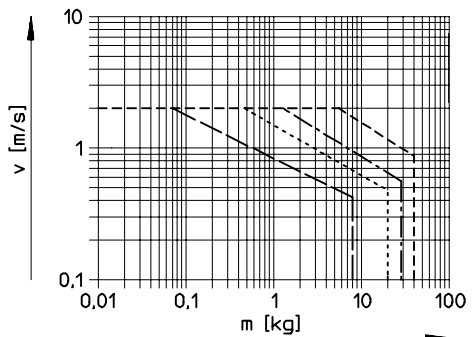

Bild 24
Ohne externe Abfangvorrichtungen verträgt der DGC-... maximale Geschwindigkeiten und Nutzlasten nach Bild 24 und Bild 25.
- Ohne externe Abfangvorrichtungen kann ein Überschreiten der in Bild 24 und Bild 25 angegebenen Grenzwerte zur Zerstörung des DGC-... führen. Auch bei Störungen dürfen die Grenzwerte nicht überschritten werden.